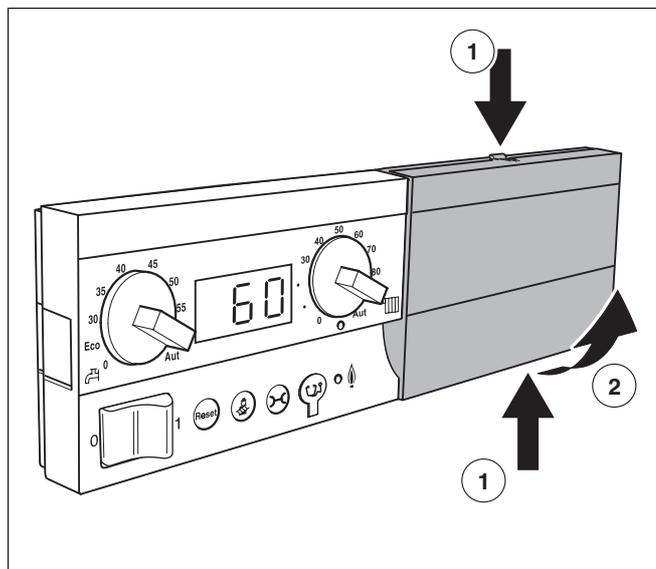

Fig. 34 Rimuovere le coperture
- Premere contemporaneamente le linguette di sblocco poste nella parte superiore e inferiore della copertura (fig. 34, **pos. 1**).
- Estrarre la copertura dalla piastra di fondo (fig. 34, **pos. 2**) in direzione della freccia.